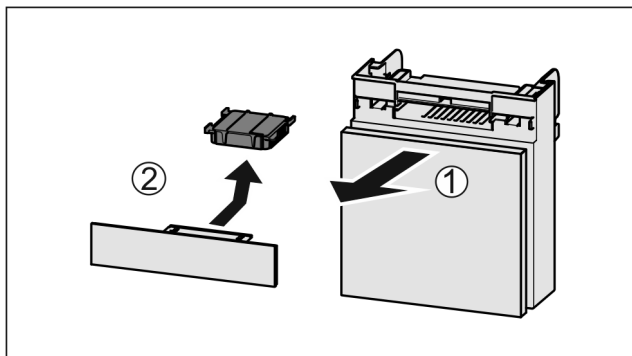

Fig. 52
- ▶ Потягніть Fig. 52 (1) відділення вперед.
- ▶ Витягнути Fig. 52 (2) фільтр з активованого вугілля.